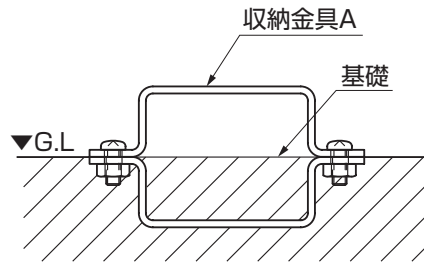

図4-14
- ② 収納金具Aを基礎に埋込んでください。(図4-14参照)